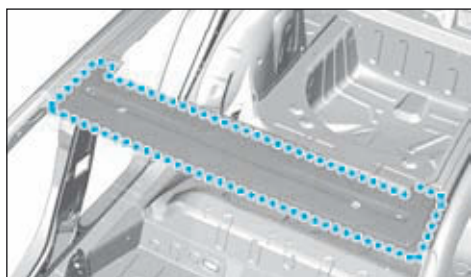
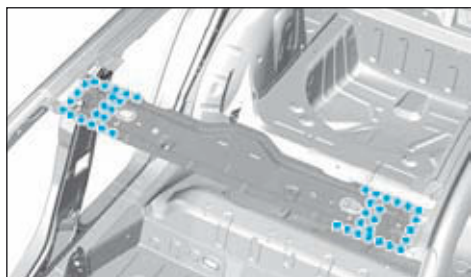
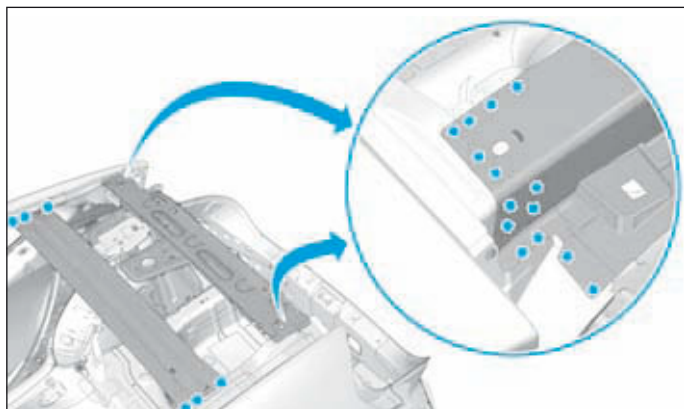

FIG.148
FIG.149
FIG.150
- Dépointer les points de soudure (Fig.148), (Fig.149) et (Fig.150).